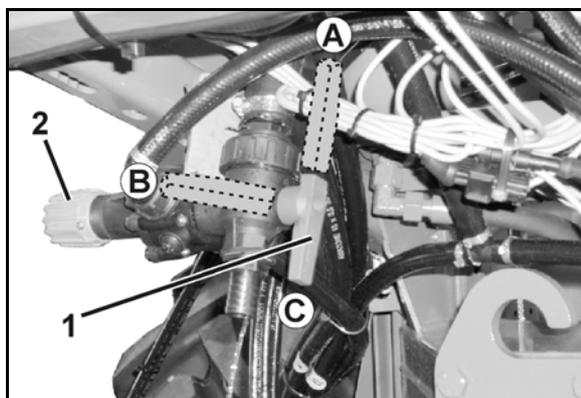

Fig. 123
- La llave de conmutación del DUS (Fig. 123/1).
- La válvula limitadora de presión del DUS (Fig. 123/2). La válvula limitadora de presión del DUS se suministrada preajustada de fábrica y reduce la presión a 1 bar en el sistema de circulación forzada.
- Si la llave de conmutación del DUS se encuentra en la posición (Fig. 123/A), el sistema de circulación forzada está conectado.
- Si la llave de conmutación del DUS se encuentra en la posición (Fig. 123/B), el sistema de circulación forzada está desconectado.
- Si la llave de conmutación del DUS se encuentra en la posición (Fig. 123/C), es posible purgar líquido desde el pulverizador.